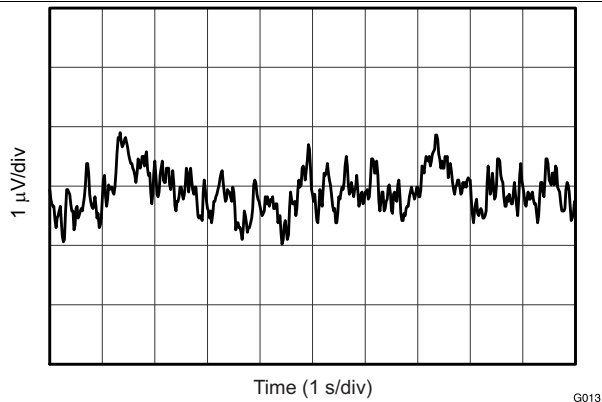

图 13. 0.1-Hz to 10-Hz Noise
0.1-Hz to 10-Hz Noise	Figure 13